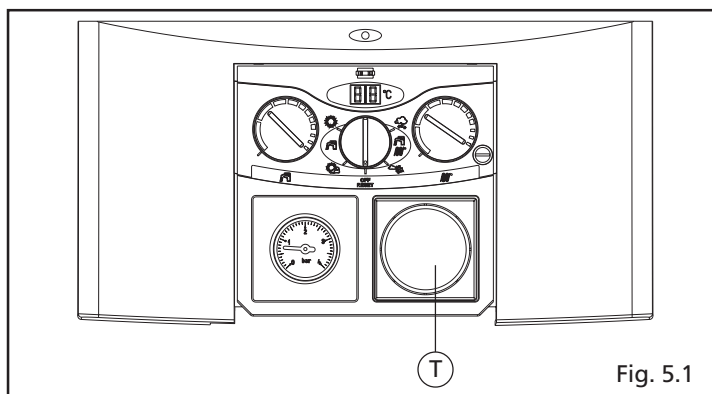

Fig. 5.1
- rimuovere dal cruscotto il copriforo (T) (fig. 5.1).